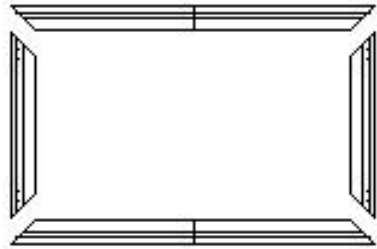

Imagen 3
3. Coloque las cuatro partes del marco 2x (A) y 2x (B) en la posición final en el suelo (Imagen 3).